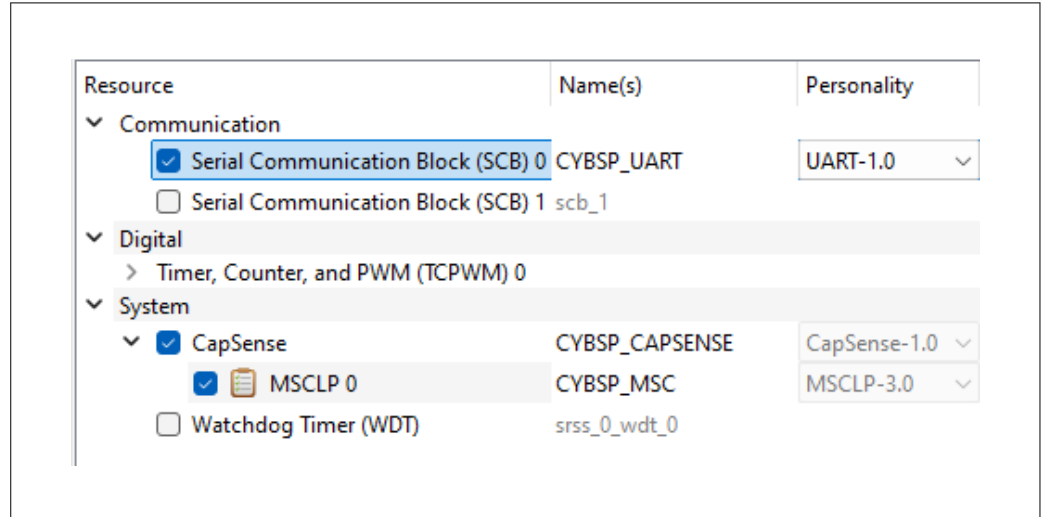
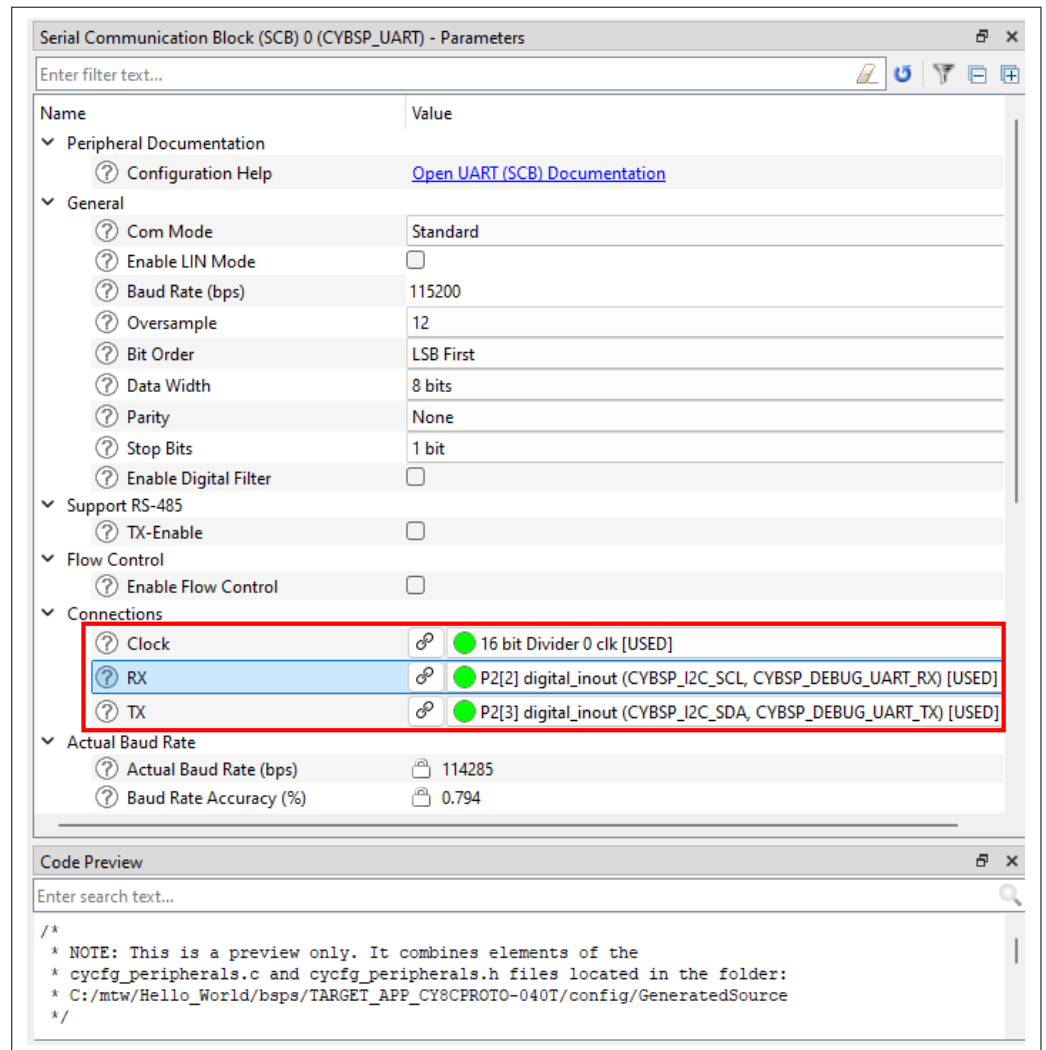

図 19 SCB を UART として有効化
図 20 UART 設定パラメーターの設定
- a. **Resources Categories** ペインの **Peripherals** タブに移動し、**Serial Communication Block (SCB) 0** を有効にし、パーソナリティを UART-1.0 に、名前を CYBSP_UART に設定します。図 19 では、キットに必要な Rx/Tx ピンに基づいて SCB インスタンス 1 が選択されています。図 20 に示すように、Rx および Tx 設定パラメーターのドロップダウンには、SCB 1 でサポートされるピンが表示されます。各 SCB インスタンスで使用できるピンについては、デバイス データシート を参照してください。